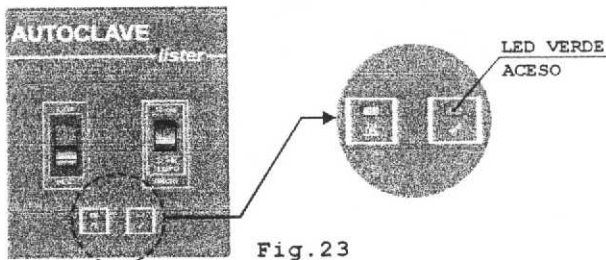

Fig.23
- j ▶ Quando o sinal sonoro de 3 (três) beeps indicar o fim do ciclo de secagem, a Autoclave desligará a resistência automaticamente, porém, a corrente elétrica continuará mantendo o led aceso, na cor verde, Fig.23. Caso o material não seque totalmente, ligue novamente a Autoclave, selecionando um dos tempos, o led de aquecimento acenderá na cor laranja, Fig.22, Painel 3, e deixe por 5 (cinco) minutos com a tampa entreaberta, sendo necessário, então, desligar o equipamento. **ALERTA!**: Não deixe a Autoclave por mais de 5 (cinco) minutos ligada para a conclusão da secagem.